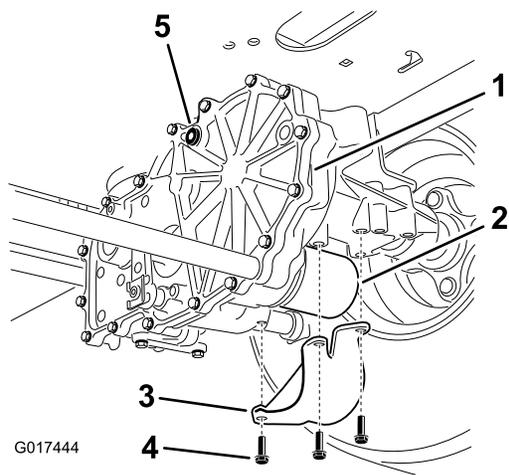

Figura 69
2. Localice el filtro y los protectores de cada sistema de tracción del transeje (Figura 69).
3. Retire los tres tornillos que sujetan el protector del filtro, y retire el protector (Figura 69).